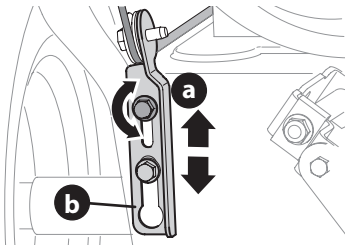

Figure 54
4. Laissez les tarières tourner pendant dix (10) secondes avant de relâcher la commande des tarières. Répétez cette étape plusieurs fois.
- Pour ajuster le câble de cette commande, desserrez le boulon hexagonal supérieur (a). Voir Figure 54.
- Déplacez le support du câble vers le haut (b) pour desserrer le câble (ou vers le bas pour serrer le câble). Voir Figure 54.